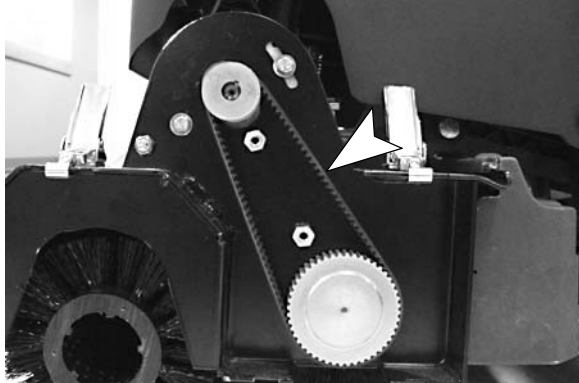

FIG. 42
- Vérifiez la tension de la courroie. La flexion de courroie correcte doit être de 0.25 in / 6.35 mm au point central, pour une force de 12.0-12.8 lb / 5.44-5.81 kg (Figure 42).